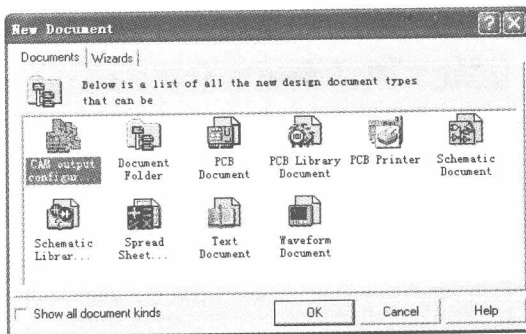
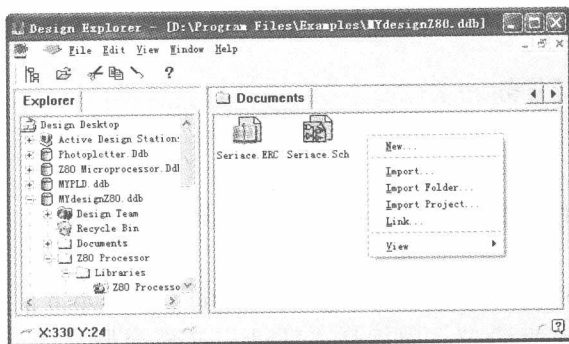

图 1-19 “New Document” 对话框
图 1-20 选择快捷菜单命令“New”
1) 打开或新建一个设计文件数据库后，执行菜单命令“File”→“New”，打开如图 1-19 所示的“New Document”对话框。
也可以在设计数据库内合适的文件夹中，单击鼠标右键，选择快捷菜单命令“New”（见图 1-20），打开如图 1-19 所示的对话框。
- 在图 1-19 所示的对话框中，选择  图标，表示新建一个 CAM 文件报表。
- 在图 1-19 所示的对话框中，选择  图标，表示新建文件夹。
- 在图 1-19 所示的对话框中，选择  图标，表示新建 PCB 文件。
- 在图 1-19 所示的对话框中, 选择图标, 表示新建 PCBLib 文件, 即新建元件封装库文件。
- 在图 1-19 所示的对话框中, 选择图标, 表示新建 PCB 打印文件。
- 在图 1-19 所示的对话框中, 选择图标, 表示新建原理图文件。
- 在图 1-19 所示的对话框中, 选择图标, 表示新建原理图元件库文件。
- 在图 1-19 所示的对话框中, 选择图标, 表示新建数据表格文件。
- 在图 1-19 所示的对话框中, 选择图标, 表示新建文本文件。
- 在图 1-19 所示的对话框中, 选择图标, 表示新建波形文件。